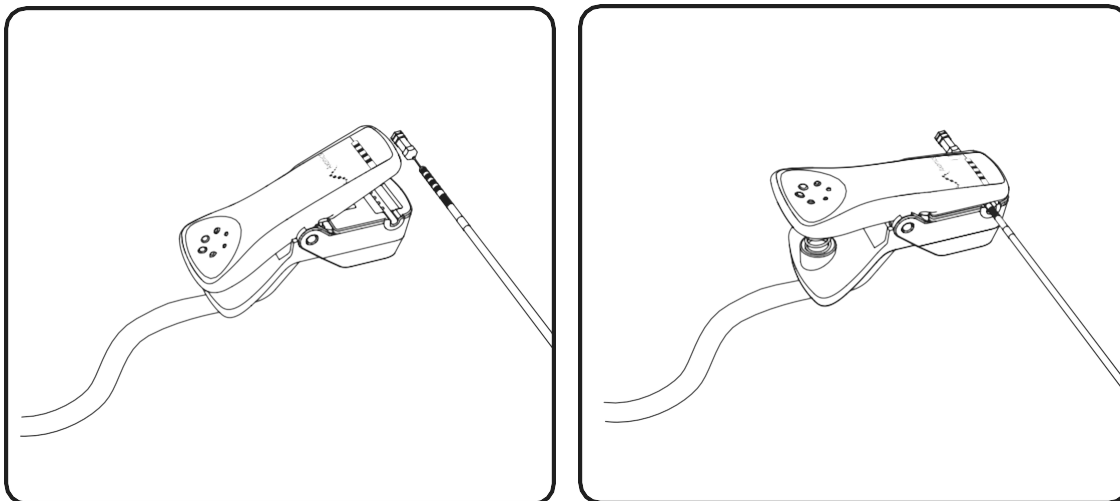

Figura 15: Conecte el cable de estimulación del conjunto de electrodos dentado al propio conjunto.
10. Conecte el cable del conjunto de electrodos dentado para la estimulación de prueba al conjunto en sí (Figura 15). Con el programador clínico, compruebe que se hayan establecido las conexiones eléctricas con los 4 contactos.